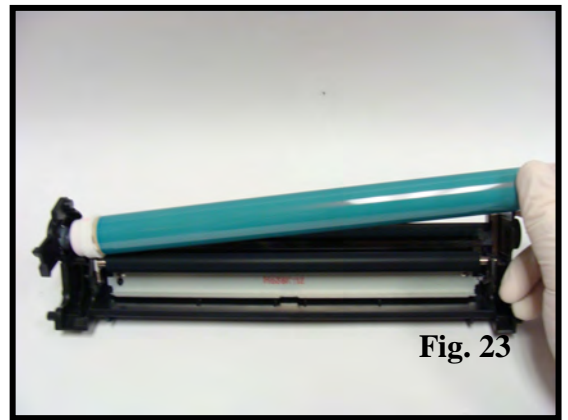

Fig. 23
23. Remove the drum (Fig. 23).